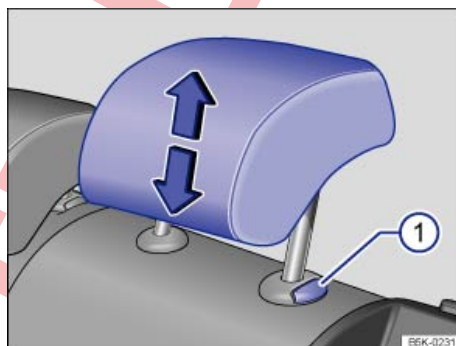

Fig. 83 Ajuste de los apoyacabezas traseros.
- Desplace el apoyacabezas en el sentido de una de las flechas: o bien hacia arriba, o bien hacia abajo a la vez que presiona la tecla ⇒ fig. 83 ① .